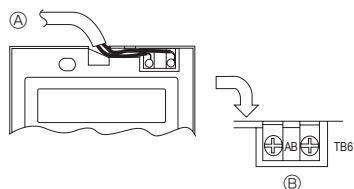

Fig. 6-9
2) Méthodes de connexion (Fig. 6-9)
① Connecter le cordon de la télécommande au bornier.